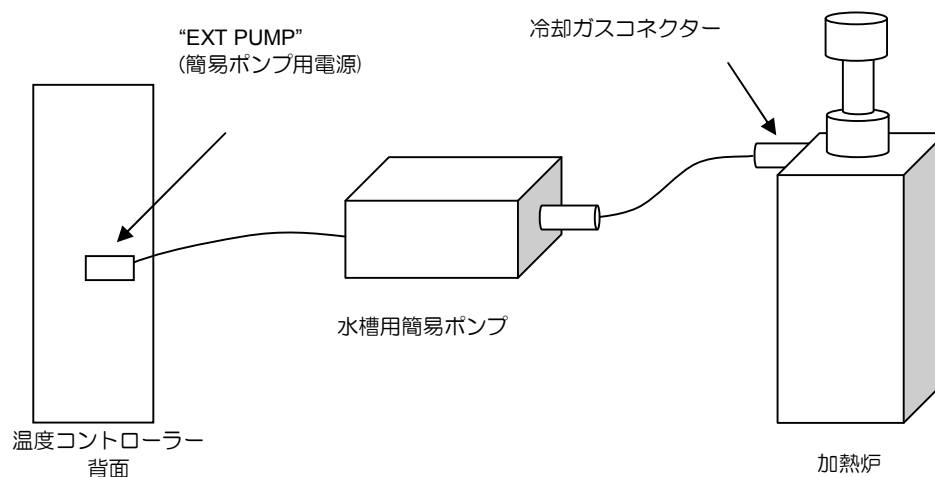

Fig. 3.2 水槽用簡易型ポンプの接続図
- (1) USB ケーブルが接続されていることをご確認ください。次に温度コントローラーの電源を入れると、「新しいハードウェアが見つかりました」と、PC の画面に表示されます。
- (2) “EGA/PY-3030D control software”の CD-ROM を CD ドライブに入れます。（例では、CD ドライブを D: とします）
- (3) セットアッププログラムが起動しますが、先に進まずに終了してください。
- (4) Fig. 3.2 に従って、フォルダを指定して、USB - シリアル通信デバイスドライバをインストールしてください。